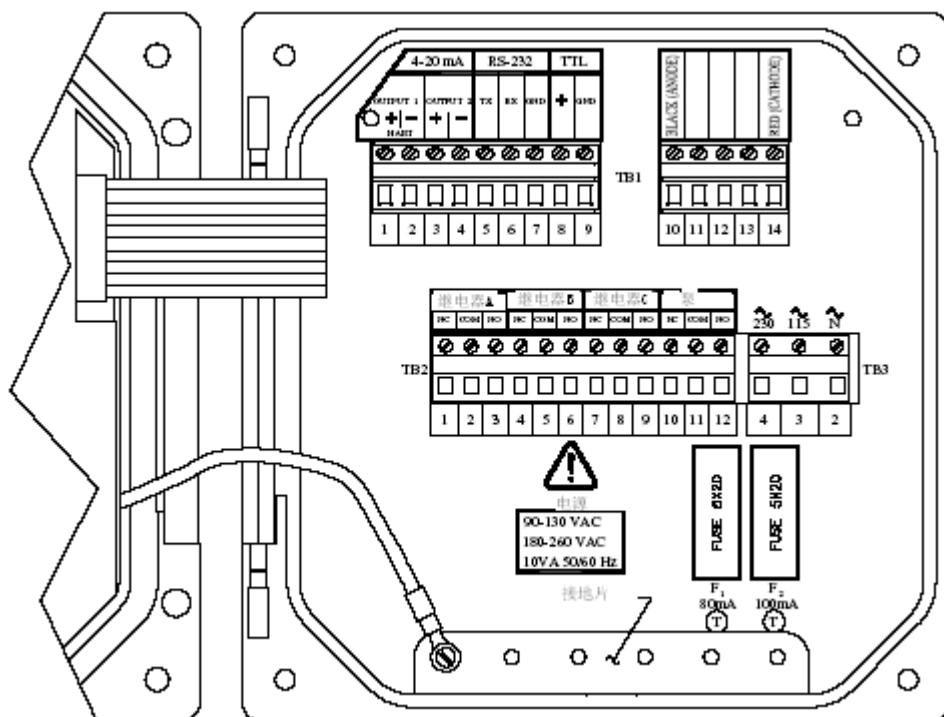

图 2-7 电线终端位置
为了靠近接线端进行电气连接，旋开四个固定螺丝后打开上盖。图 2-7 表示接线端排列和它们的名称。
**接线提示！**连接模拟输出采用高质、屏蔽仪器电缆。为了保护输出信号免受 EMI/RFI 干扰，连接电缆屏蔽到分析仪的壳体底部 5 个开孔的接地片（图 2-7）